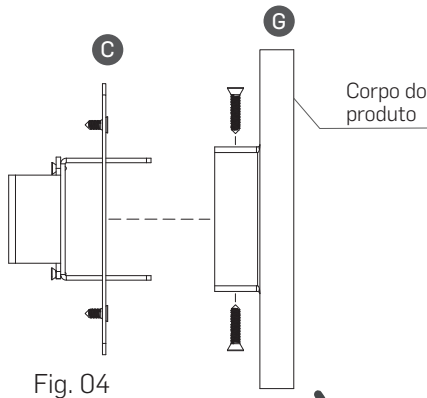

Fig. 04
9. Em seguida, fixe o corpo do produto (G) ao conjunto de fixação (C) utilizando-se de parafusos na parte superior e inferior, como ilustrado nas Fig. 04 e 05;